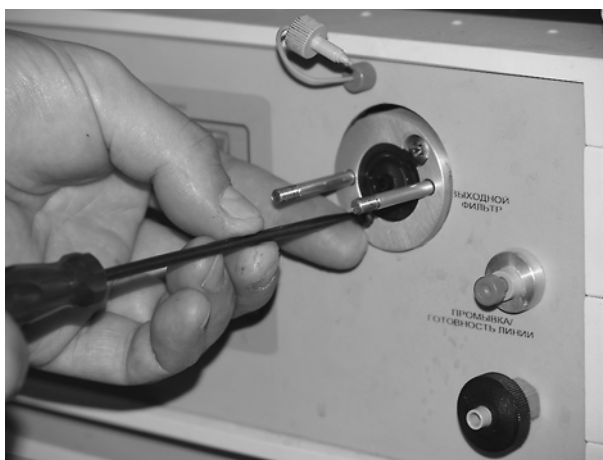
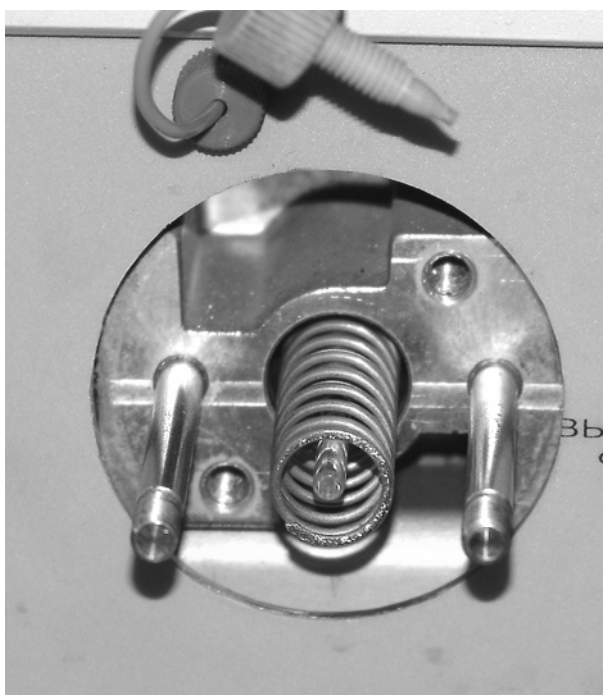

Рис. 5.
Рис. 6.
4. Снимите камеру низкого давления и аккуратно, удерживая направляющую плунжера, отвинтите два винта крепления направляющей (рис. 5) и снимите направляющую втулку держателя плунжера (рис. 6).